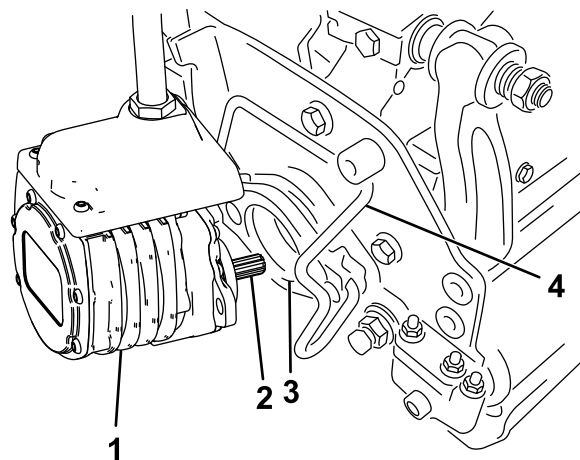

図 47
6. カッティングユニット用モータのスプラインシャフトにきれいなグリスを塗りつける 図 47。
7. モータを、カッティングユニットの左側運転席から見てに取り付け、カッティングユニットについているモータ固定バーを、モータの上から被せるようにセットし、モータの左右から「カチッ」というロック音が聞こえるまで押し下げる 図 47。